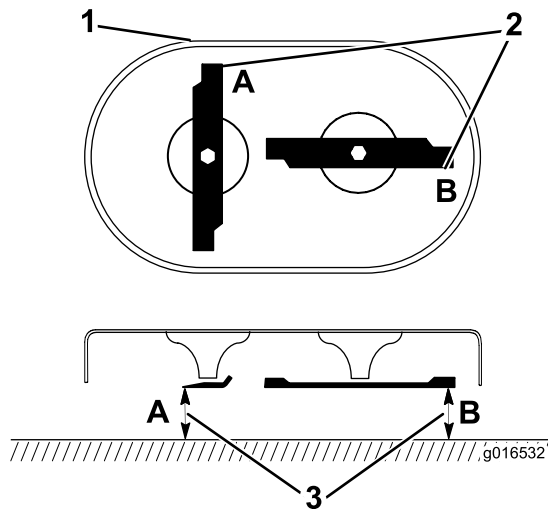

Рисунок 39
1. Поверните ножи в положение, показанное на рис. Рисунок 39.
и В (Рисунок 39) и запишите оба результата измерения.
3. Поверните ножи так, чтобы их противоположные концы находились в позициях А и В (Рисунок 39).